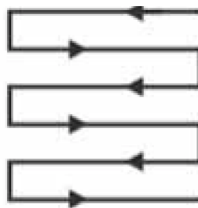

Fig. 14
5. Corte el césped en filas que se superpongan ligeramente. El patrón más eficaz para cortar el césped es en líneas rectas a lo largo de uno de los lados. De este modo, las filas se mantendrán uniformes y se asegurará de que todo el césped se corte, sin dejarse ningún punto (fig. 14).